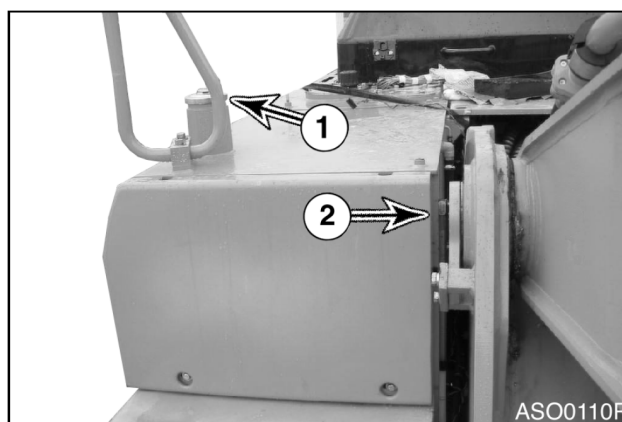

Рис. 5
12. Очистить участок вокруг крышки горловины топливного бака (1, рис. 5). Открыть крышку горловины.